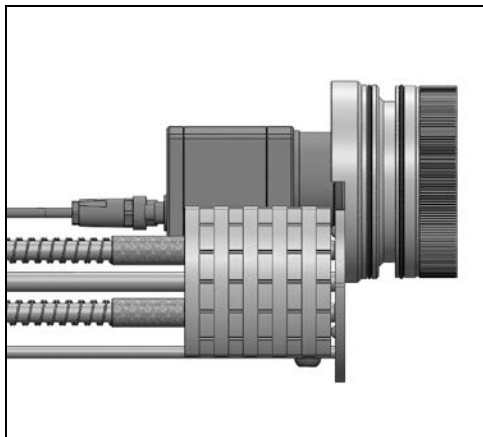
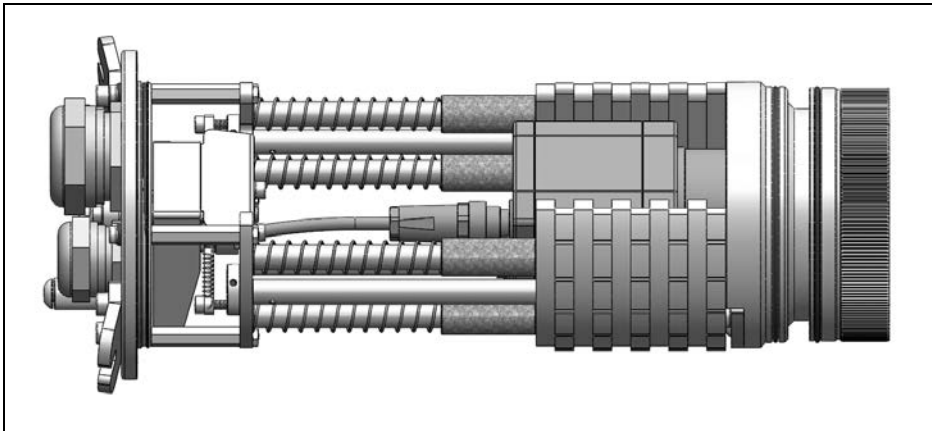

Abbildung 16: Einsetzen der Fokussiereinheit
Abbildung 17: Fokussiereinheit mit Kamera im Chassis
2. Setzen Sie anschließend die Fokussiereinheit oder den Frontaufsatz mit der Kamera auf das Chassis (**Abbildung 16**). Positionieren Sie die Kamera wie in **Abbildung 17** dargestellt, indem Sie die Fokussiereinheit nach unten drücken.